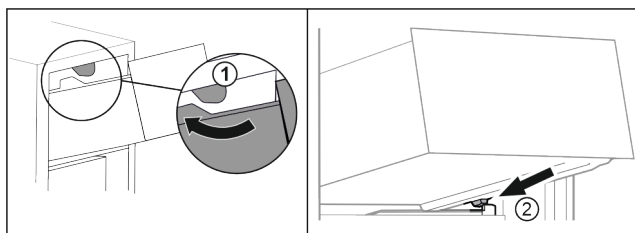

Fig. 27
- Lirka utdragslåda kring de övre stoppklackarna. Fig. 27 (1)
- Sätt utdragslåda i vinkel på behållarens galler bakom de nedre stoppklackarna. Fig. 27 (2)